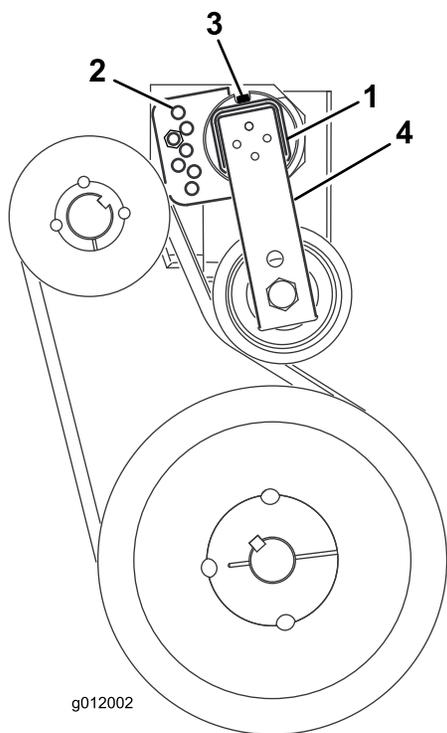

**Figura 13**
1. Retire os parafusos, as anilhas e as porcas que prendem a proteção da correia à caixa do soprador (Figura 13).
2. Retire a proteção da correia (Figura 13).